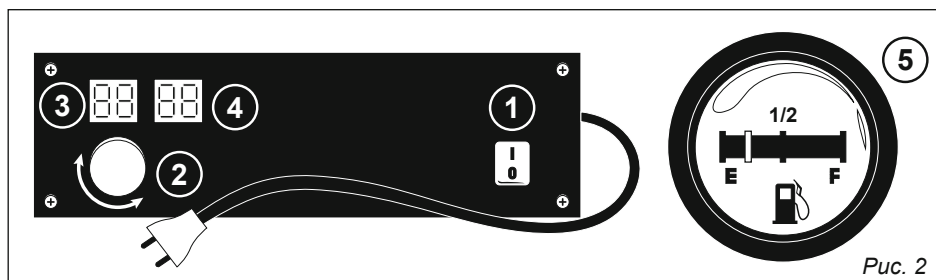

Рис. 2
6.2. Органы управления и индикаторы работы, рис. 2